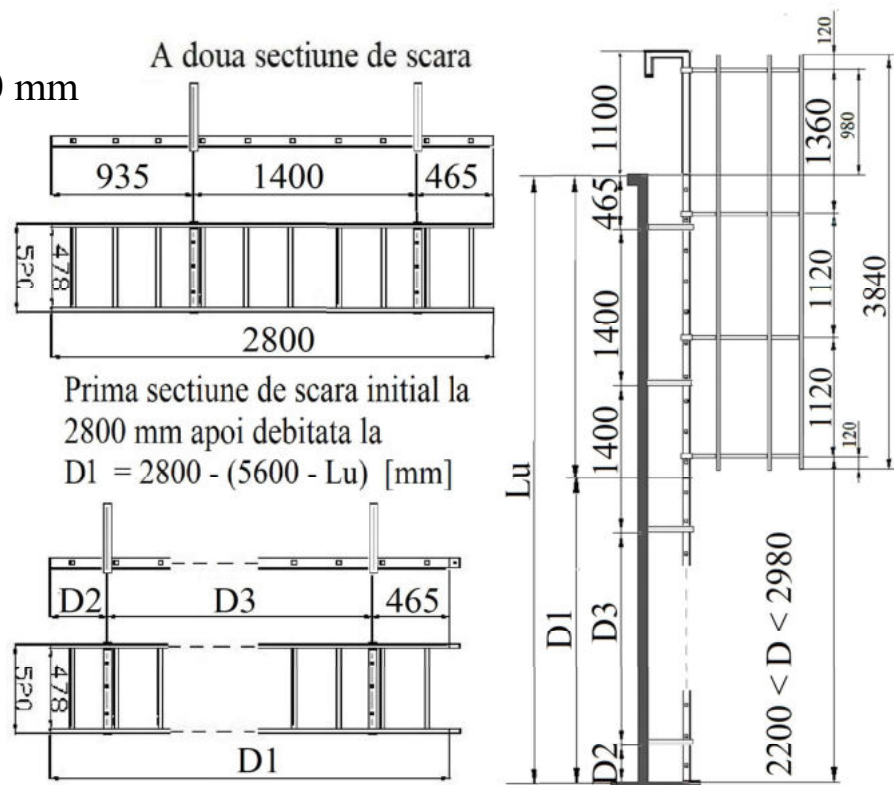

fig 14
- D. Se monteaza Consolele pe celelalte sectiuni de scara la cotele din fig 14
(vezi fig 14)
- C. Se dau jos Consolele de pe scara cu lungimea D1 si la cotele din fig. 14 se monteaza pe perete toate Consolele